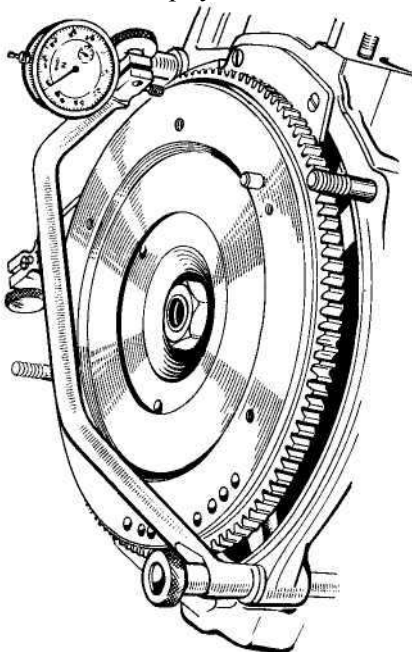

Рис. 52. Проверка биения торца маховика
- установите приспособление на шпильки картера, закрепите его гайками и проверьте биение торца маховика, которое допускается не более 0,40 мм на максимальном диаметре (рис. 52);